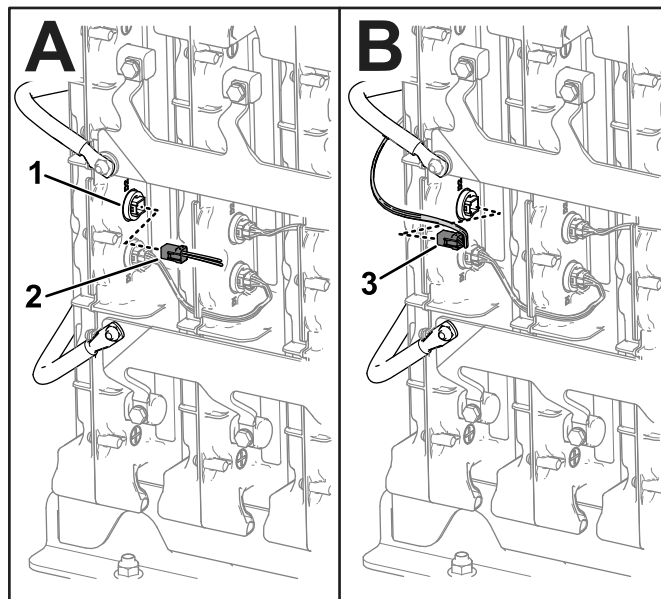

**Figur 7**
1. Anslut kablaget till batterierna enligt Figur 7.
2. Dra den återstående kontakten på datagränssnittskablaget (45 ½ tum) mot den bakre batterilådan (Figur 7).